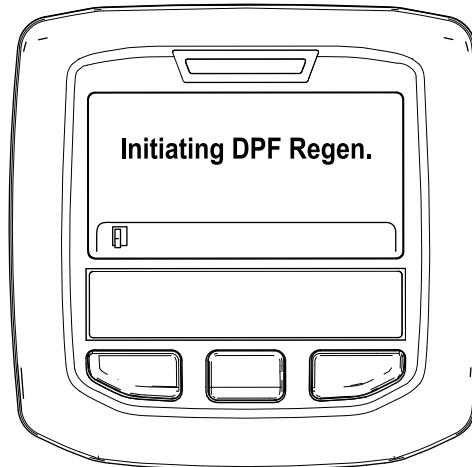

Figura 50
- A. “Initiating DPF Regen.” (A iniciar Regen. DPF) é apresentada (Figura 50).